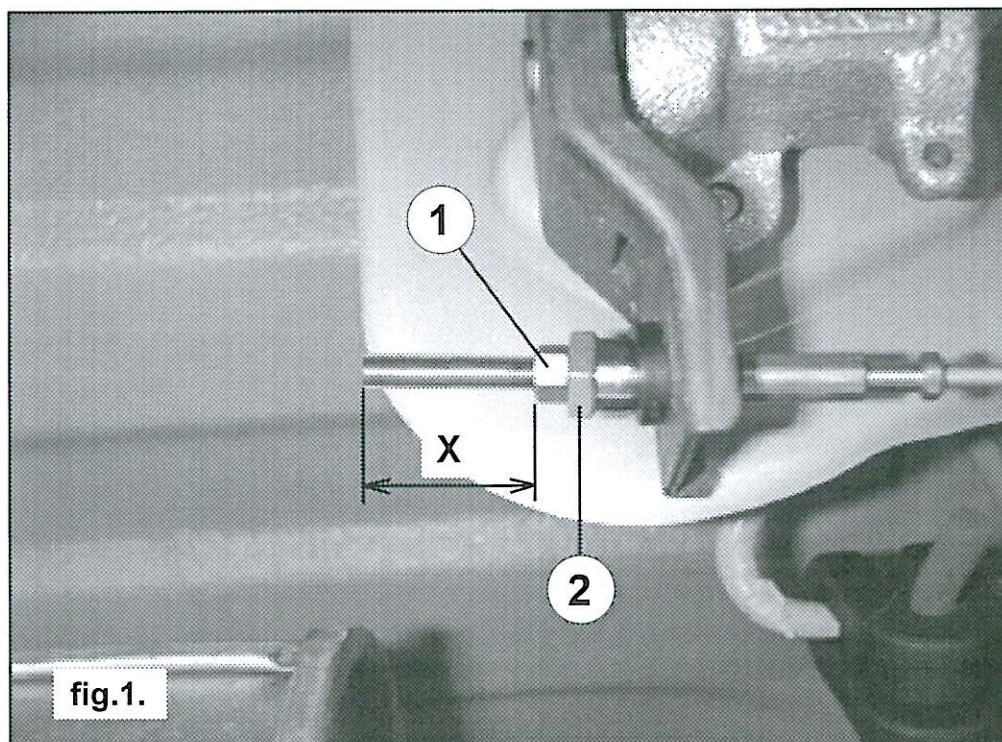

fig.1.
5. Monteer beugel A op de chassisbalk met de bout naar de achterzijde van de auto. Zie fig.1.
5. Fit bracket A on the chassismember with the bolt pointing to the rear of the car. See fig.1.
5. Montier Bügel A auf der Chassisträger mit der Bolzen nach der Hinterseite von das Fahrzeug. Siehe Fig.1.
5. Monter la bride **A** sur le poutre avec le boulon dirigé vers l'arrière de la voiture. Voir Fig.1.
5. Montera fäste **A** på chassibalken med bulten pekande mot bilens bakände. Se fig.1.